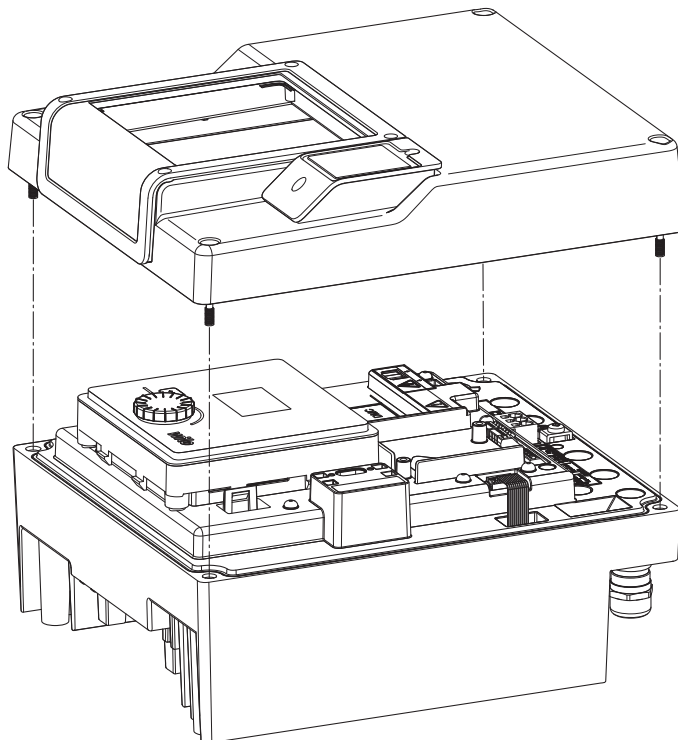

Fig. 45: Відкривання кришки електронного модуля
- Відкрити кришку електронного модуля. (Fig. 45).